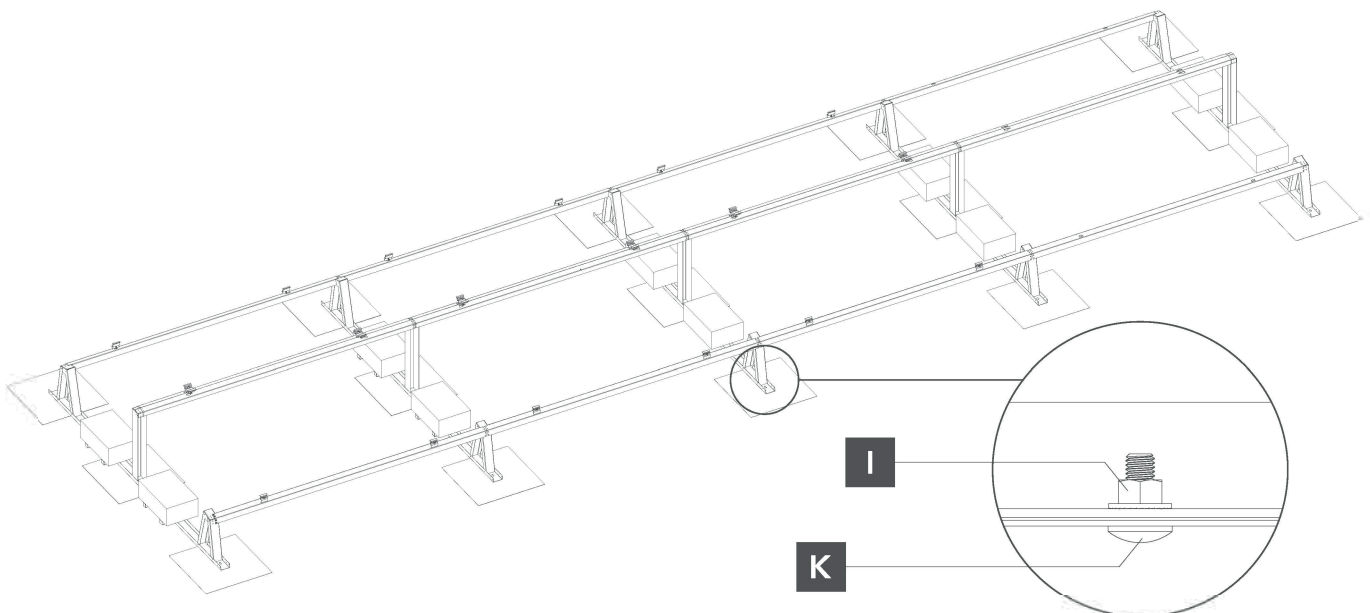

Abb. 5. Montage des Montagedreiecks an der Montagestange
- 4** Befestigungsdreiecke sind zu befestigen: an den Sicherungsschrauben und an der Flanschmutter verschraubt in (Abb. 5).